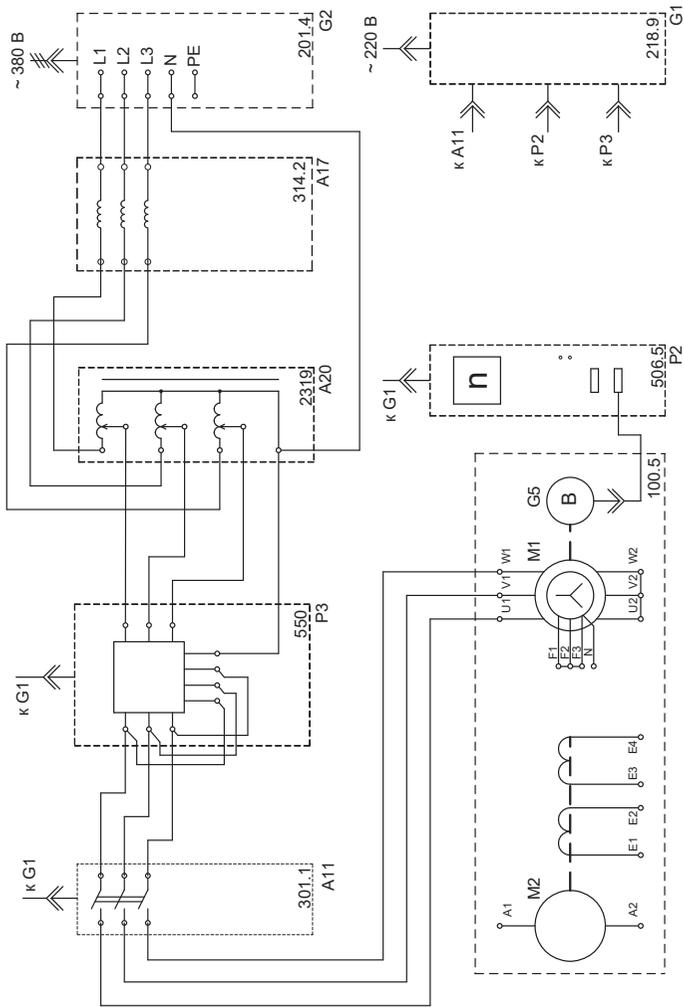

Рис. 4.1
- Соедините аппаратуру в соответствии с электрической схемой, приведенной на рис. 4.1.